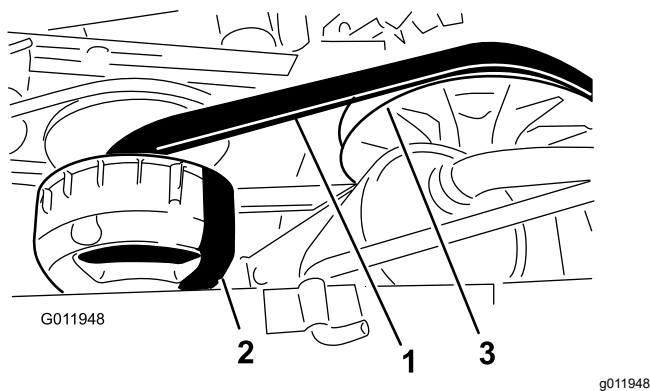

Figura 69
4. Haga girar la correa e inspecciónela (Figura 69) para asegurarse de que no está excesivamente desgastada o dañada.
3. Haga girar la correa y llévela sobre el embrague secundario (Figura 69).
4. Retire la correa del embrague primario (Figura 69).
5. Coloque la correa nueva sobre el embrague primario (Figura 69).
6. Haga girar la correa y llévela sobre el embrague secundario (Figura 69).